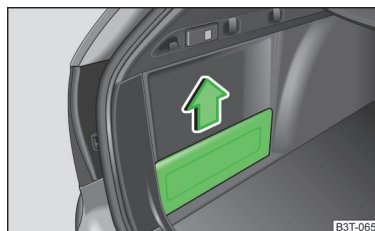

Fig. 94
► Scoateți capacul compartimentului lateral în sensul săgeții » fig. 94.